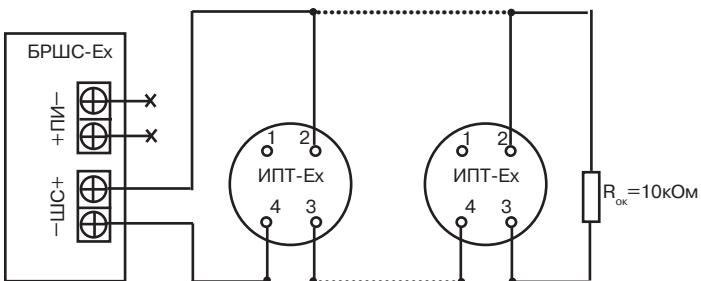

Рисунок 1 – Рекомендуемая схема подключения ИПТ-Ex к БРШС-Ex (в один шлейф БРШС-Ex рекомендуется включать не более 10 ИПТ-Ex)
5.2.3 Произведите монтаж подводящих проводов к клеммам контактов основания согласно схеме подключения (рисунок 1). Максимальная площадь поперечного сечения проводников – 0,75 мм2.